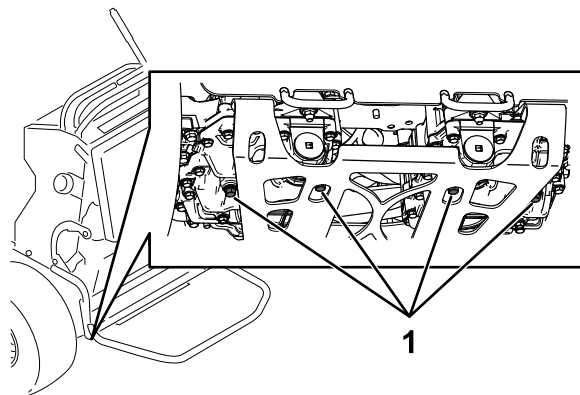

Figura 70
3. Localice los tapones de vaciado en la parte inferior de la transmisión, y coloque un recipiente de vaciado debajo del tapón (Figura 70).